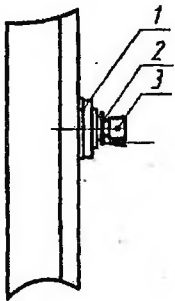

Рис.4
7.7. Удалить заглушку (поз.3,рис.4) из выходного штуцера (поз.1,рис.4). Для этого следует нажать на цапгу (поз.2,рис.4) и вынуть заглушку. Вставить в штуцер сливную трубку, входящую в комплект поставки, опустив её свободный конец в приемную тару.